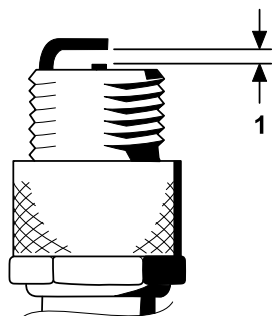

Figure 37
4. Réglez l'écartement entre les électrodes centrale et latérale à 0,76 mm, comme montré à la Figure 37.